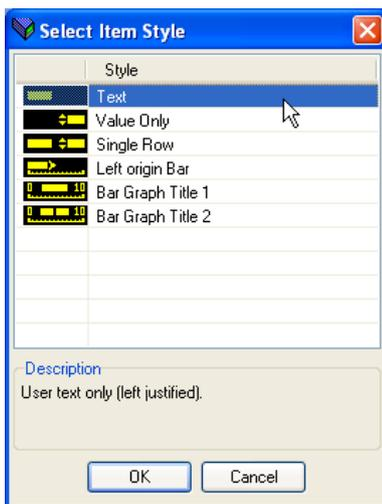

Figure 7.8.1a Fenêtre de sélection de style
2. Double-cliquer sur l'une des cellules dans « Promouvoir la liste de paramètres » pour afficher la fenêtre « Select Item Style » (figure 7.8.1a).